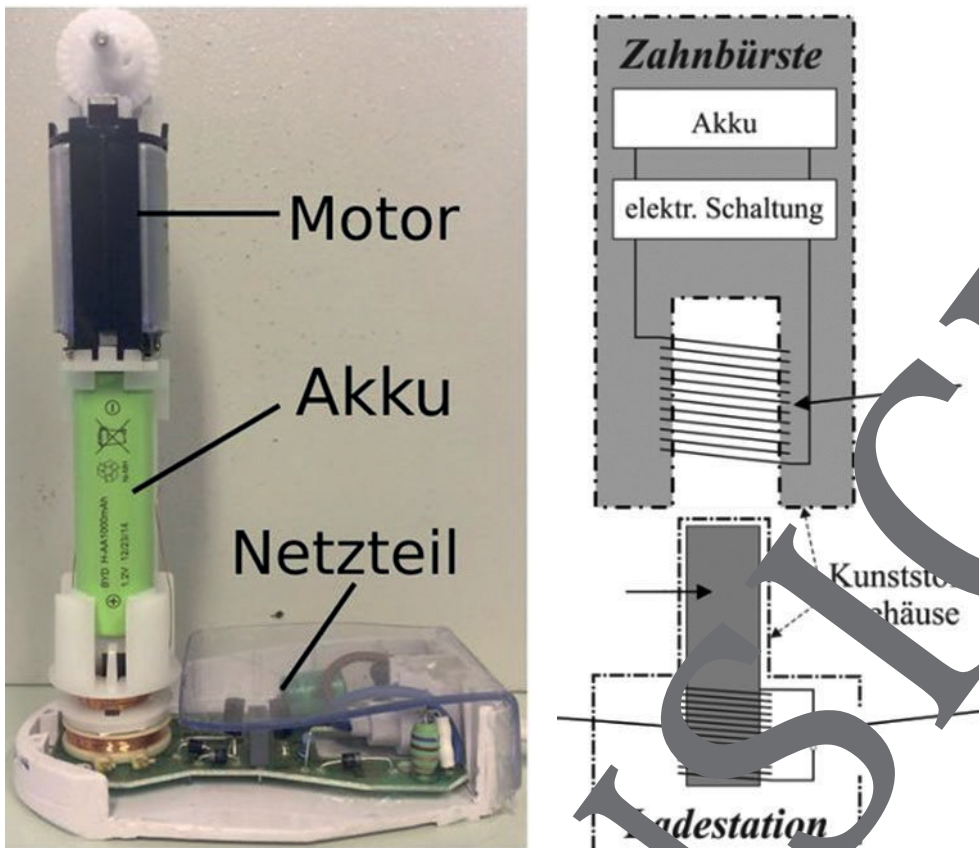

Abb. 3: Elektrische Zahnbürste auf der Ladestation (A: Foto, B: Skizze) (A) Foto: M. Söder; B) Skizze: Joachim Herz Stiftung/Ingolf Sauer
Während Smartphones noch meist über Kabel geladen werden, werden elektrische Zahnbürsten drahtlos geladen, um eine Korrosion der Kontaktstellen durch Feuchtigkeit zu vermeiden. Öffnet man eine elektrische Zahnbürste, wird eine Spule sichtbar, die auf den Eisenkern der Ladestation aufsteckt (siehe Abb. 3). In der Ladestation befindet sich ebenfalls eine Spule. Diese drei Komponenten bilden ein Gerät, das das Laden der Zahnbürste ermöglicht.
b) Ergänzen Sie in Abb. 3 B) die noch fehlenden Fachbegriffe zu diesem Gerät. (4 P)